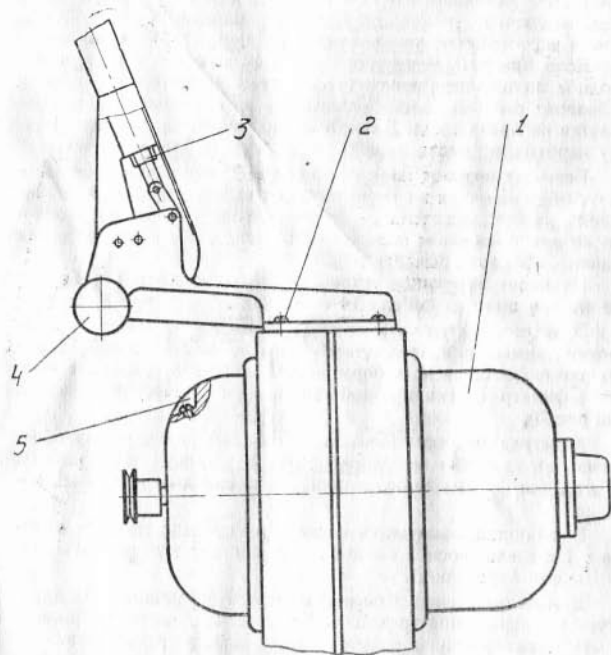
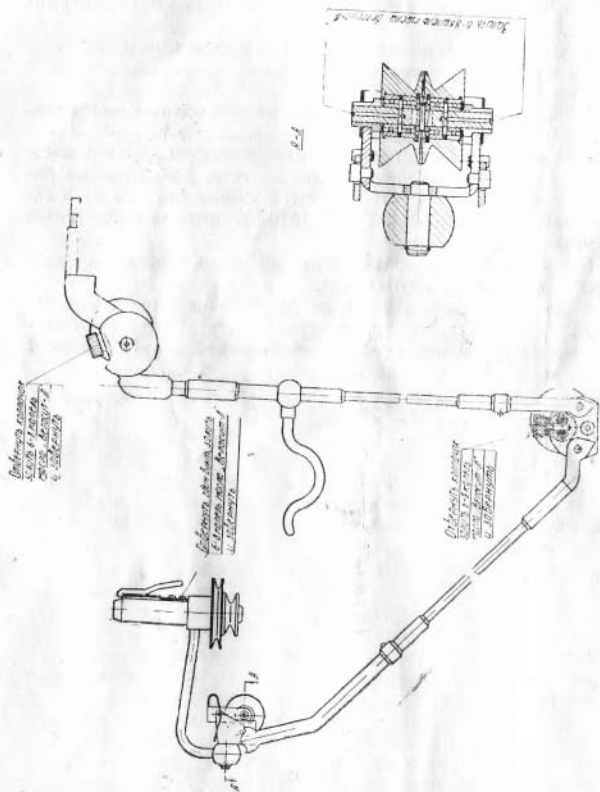

Рис. 2. Монтаж бормашины:
Рис. 4. Смазка жесткого рукава.
Стойка бормашины 7 удерживает жесткий рукав с наконечником в заданном положении. При невыполнении этого условия необходимо отвернуть крышку 6, снять ее и отрегулировать пружину регулировочной гайкой 3 (рис. 2).
4. Один раз в день необходимо производить смазку жесткого рукава согласно рис. 4, залив в места, указанные на рисунке, и в масленку 4 (рис. 2) стойки бормашины по 6—8 капель масла «Велосит-Л», ГОСТ 1840-51, которое прилагается в комплекте бормашины.
4. Уход за электродвигателем бормашины производить согласно паспорту на электродвигатель ЭК-8. Для заливки масла в масленку заднего шпта необходимо снять колпак 1 (рис. 2).
1. Установить стойку бормашины с кронштейном и привернуть винтами 2 (рис. 2) к корпусу.